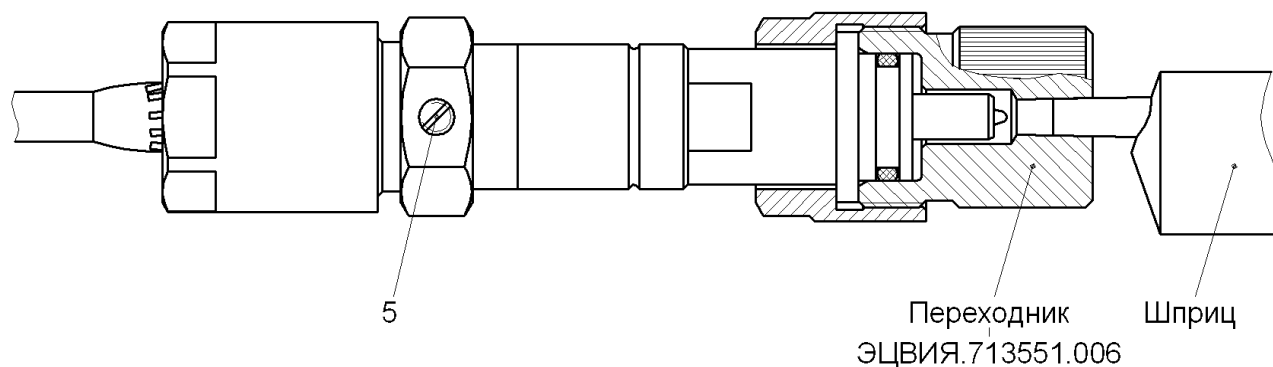

Рисунок 7
5.14 Заполнить внутреннюю полость вилки маслом согласно таблице 1. Для этого отвернуть клапан 5 на 1,5-2 оборота, установить на вилку переходник, заполнить одноразовый медицинский шприц маслом, вставить наконечник шприца (без иглы) в отверстие переходника и, плавно вдвигая поршень шприца, заполнить вилку до выхода масла из клапана (см. рис. 7). При заполнении вилка должна быть сориентирована кабелем вверх. После заполнения затянуть клапан крутящим моментом $0,8 \pm 0,2$ Н·м, снять переходник со шприцом и установить защитную пластмассовую крышку 14 из комплекта вилки.